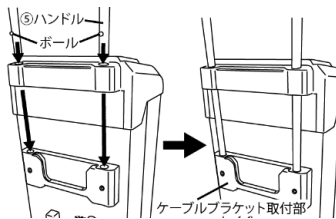

図1
1. ⑤ハンドルのボール部分を押し込みながら、本体上部から⑤ハンドルを差し込んでください。ケーブルブラケット取付部の穴に⑤ハンドルのボールを確実に固定してください（図1参考）。